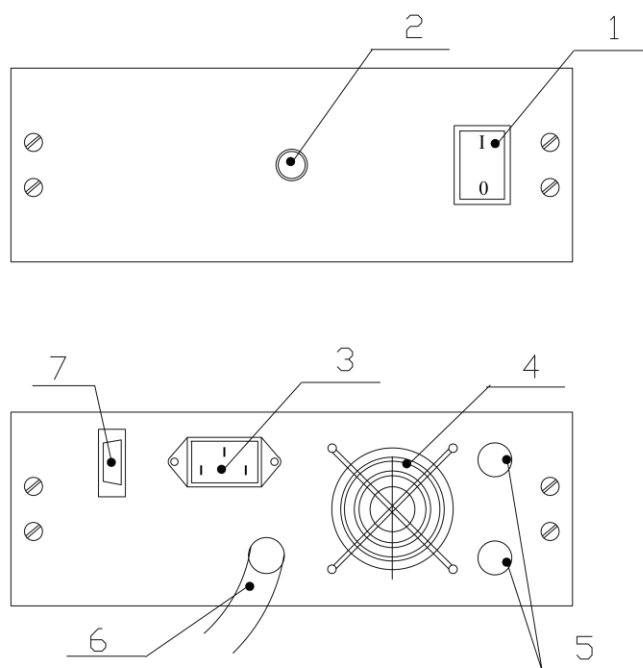

Рис.6 Источник питания генератора озона XENOZONE-XOZ-10
2. Тумблер 1 (см. Рис. 6) установить в положение «I». При этом:
- должен заработать вентилятор охлаждения (4);
- через 2-3 секунды непрерывно загорается индикатор состояния источника питания (2), что означает подачу высокого напряжения на генератор озона.